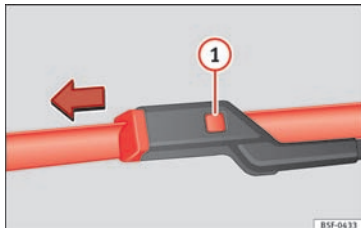

Fig. 141 Udskiftning af viskerblade til forruden
- Hold udløserknappen » **Fig. 141 1** nede, og træk samtidig viskerbladet af i pilens retning.